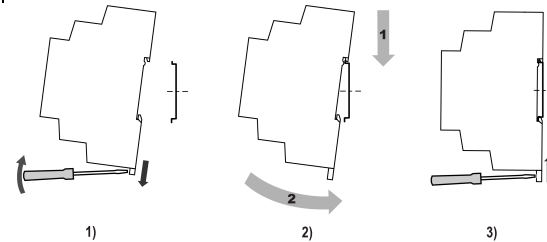

Рисунок 1 – Монтаж пристрою
2. Вставивши викрутку у вушко, відтягнути заціпку (див. рисунок 1, 1). Пристрій установити на DIN-рейку.
3. Пристрій притиснути до DIN-рейки (див. рисунок 1, 2, стрілки 1 і 2). Викруткою повернути заціпку у початкове положення.